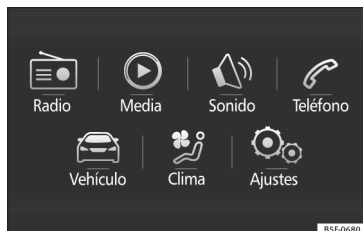

Fig. 33 Ver ubicación en pág. 7-8
- Pulse la tecla **MENU** del sistema y posteriormente el botón **CAR** » **fig. 33**, o la tecla **CAR** » **fig. 34**.